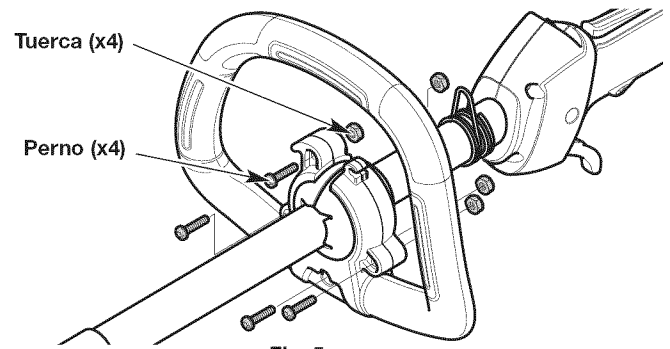

Fig. 5
5. Inserte una tuerca en una de las entrantes hexagonales de la parte posterior del soporte de la manija trasera (Fig. 5). Verifique que el lado redondo de la tuerca mira hacia afuera. Fije la tuerca en su lugar con un dedo. Inserte un perno en el correspondiente orificio del soporte de la manija delantera (Fig. 5). Ajuste el perno con un destornillador de cabeza plana o T20 Torx®. Repita este paso hasta que los cuatro (4) pernos estén bien instalados.